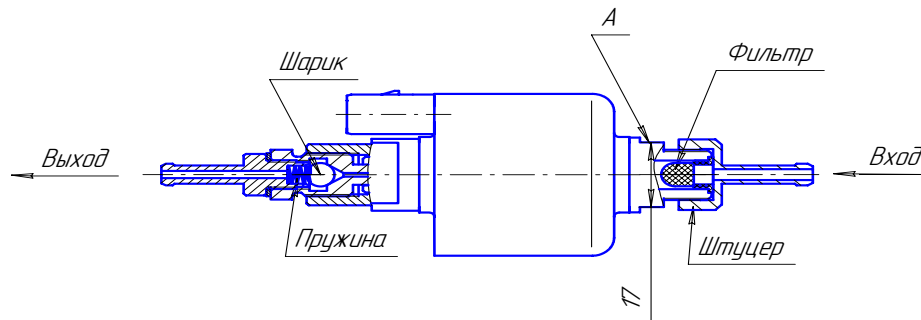

Рис. 5 – Топливный насос
- 1) демонтировать топливный насос с автомобиля. Зафиксировав ключом (ключ на 17 мм) от поворота за поверхность А, отвернуть штуцер и снять фильтр (см. рис. 5, запрещается фиксация топливного насоса за другие поверхности при отворачивании и наворачивании штуцера);